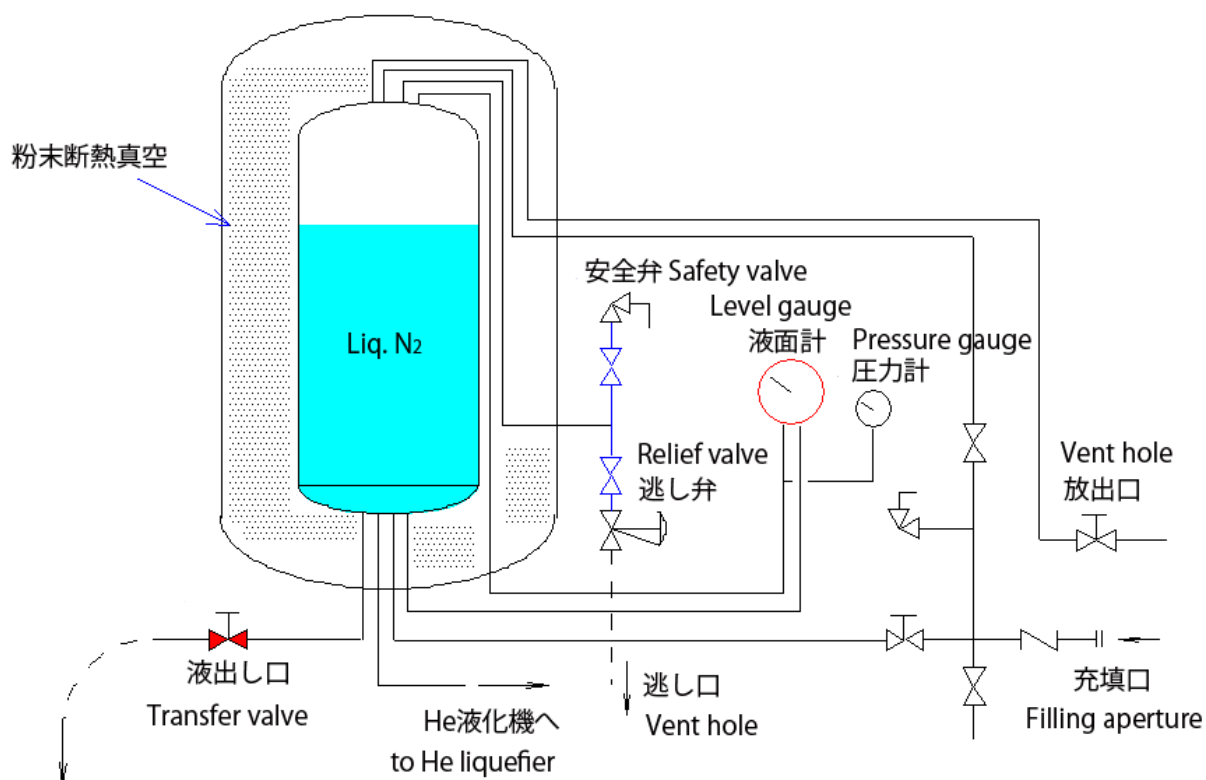

Fig. 7. 液体窒素貯槽の構造 Structure of liq. N₂ tank
- g) 液体窒素を汲み出す時、貯槽のバルブは液出し用のもの以外にはさわらない。 Fig. 7 に液体窒素の貯槽の構造を示す。液体窒素の液面は液面計(差圧計)により、液面上のガス圧と貯槽内底部の液圧との差から知るようになっている(液面計の目盛りは液量ではなく液の高さを表示している)。ユーザーは槽内の圧力を利用し液出し口から液体窒素を汲み出す。